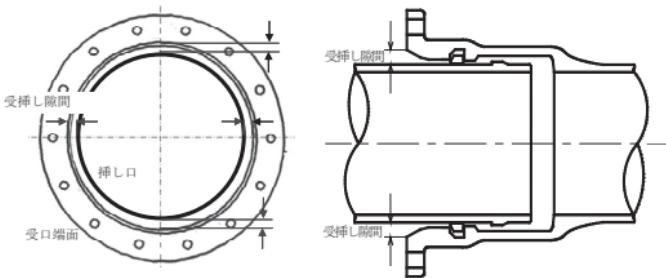
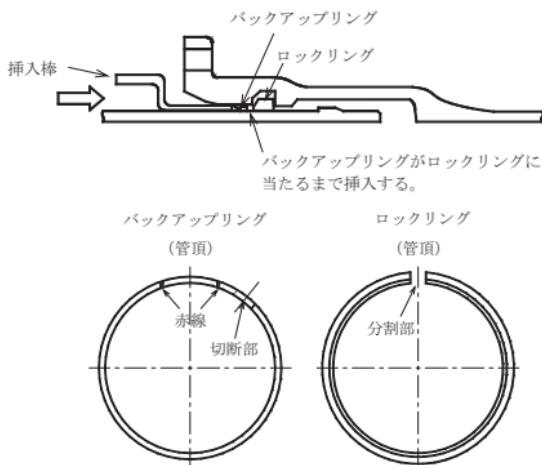

図 12 管の心出し
図 13 バックアップリングの挿入
管の心出しは、図 12 に示すように受口端部の内側と挿し口外面の寸法(受挿し隙間)が均等となるように入念に行い、接合が終了するまで心が出た状態を保つ。管の心出し後、図 13 に示すようにバックアップリングがロックリングに全周にわたって当たるまで、挿入棒を使って受口と挿し口のすき間に挿入する。
- ① バックアップリングの切断部がロックリングの分割部と重複しないように、バックアップリングに表示された2本の赤線の間にロックリング分割部が納まるようとする。(図 13 参照)